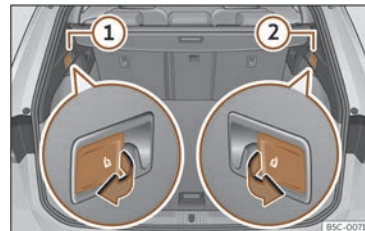

Fig. 113 Al maleter: palanques per al desbloqueig del respatllet del darrere.
- Estireu la palanca de desbloqueig a distància de la part esquerra»» fig. 113 ① o dreta ② del respatllet en el sentit de la fletxa. La part desbloquejada del respatllet del darrere s'abat automàticament cap endavant.